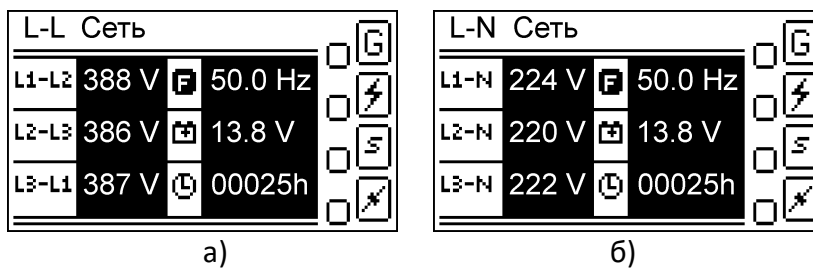

Рис. 5.5. Стартовый экран главной страницы индикации после включения контроллера:
После инициализации контроллера отображается главная страница индикации с измерениями параметров сети (рис. 5.5). Контроллер переходит в основной режим «Авто» (п. 5.7.2.1).
5.6.2 Вид главной страницы индикации зависит от выбранной конфигурации контроллера (рис. 5.5).